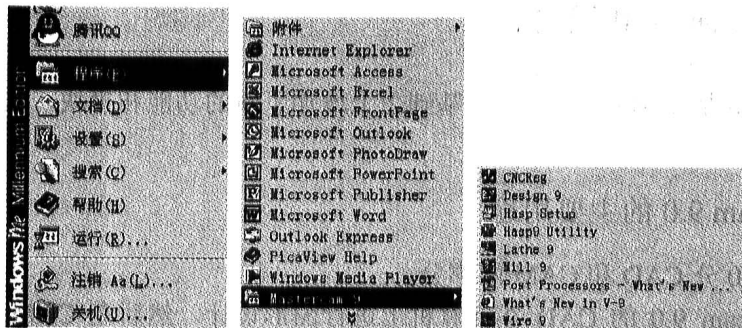

图1-1 从“开始”按钮启动Mastercam 9.0示例
(1) 单击“开始”按钮, 然后指向“程序”, 再指向 Mastercam 9.0 文件夹, 单击 Design 9 或 Mill 9、Lathe 9、Wire 9, 如图 1-1 所示, 即可启动 Mastercam 9.0 的对应模块。